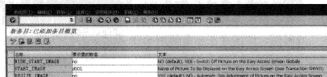

图 15-4 维护“ssm_cust”视图参数
STEP 5 在命令行输入“sm30”命令,维护“ssm_cust”视图参数。将“HIDE_START_IMAGE”修改为NO(需要自己添加);将“START_IMAGE”修改为自己创建的对象名ZL001;同时如果显示的图像不清楚,则可将“RESIZE_IMAGE”修改为NO,然后单击“保存”按钮即可,如图15-4所示。